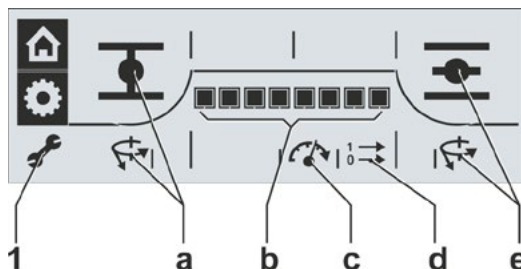

Fig. 4: Vise parametere
4. Bekreft valget: Trykk på dreiebryteren. Symbolet «Parametere» (Fig. 4, pos. 1) er aktivt og parameterne med innstilling vises etter hverandre automatisk, se Fig. 4: